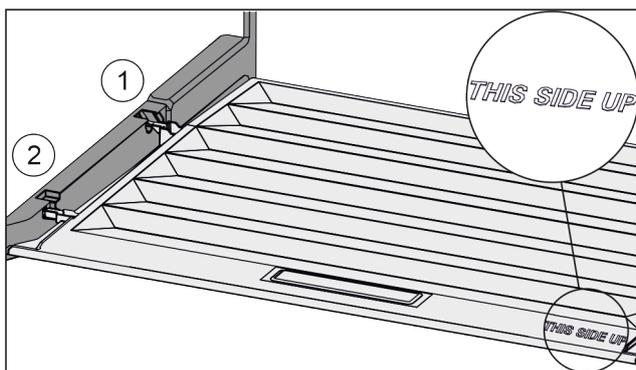

Fig. 60
- ▶ Вставить поперечные ребра крышки через отверстие заднего держателя Fig. 60 (1) и защелкнуть спереди в держателе Fig. 60 (2).